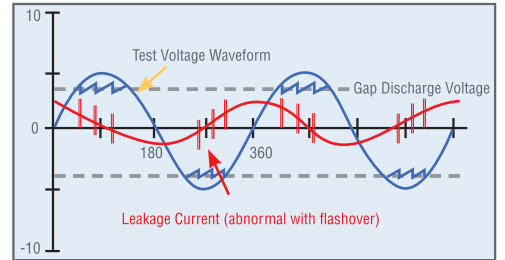

图2；瞬间暂态的放电示意图
**火花放电(Glow Discharge) 及电弧放电(Arc Discharge)：**绝缘材料内部或表面因高电压产生电气放电，待测物失去原有之绝缘特性，形成暂态或非连续性放电，严重者会导致碳化产生导电通路或产品伤害。如右图2可知，瞬间暂态的放电并无法以漏电流判定检出不良，须以测试电压或漏电流之变化率判定检出不良。因此电气闪络(Flashover/ARC)侦测为高压测试不可或缺的检测项目之一。